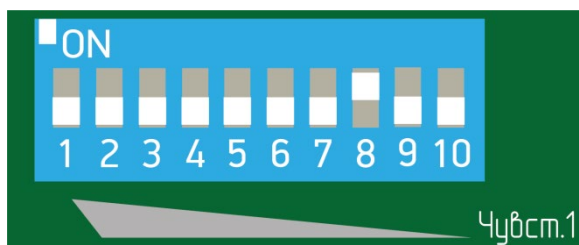

Рисунок 7.14
- установить флажок 8 переключателя регулировки чувствительности в положение «ON» (верхнее положение), все остальные флажки в нижнее положение (рисунок 7.14);